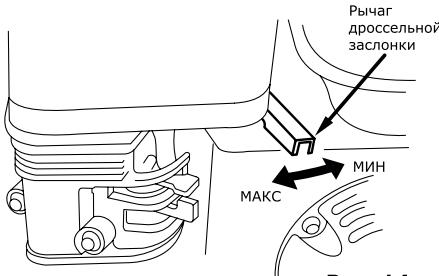

Рис. 14
- Поставьте рычаг дроссельной заслонки на 1/3 хода в сторону положения «МАКС» (рис. 14).
- По мере прогрева двигателя постепенно передвигните рычаг воздушной заслонки в положение «Открыто». Число оборотов двигателя и соответственно производительность двигателя регулируется изменением положения рычага дроссельной заслонки (рис. 14).